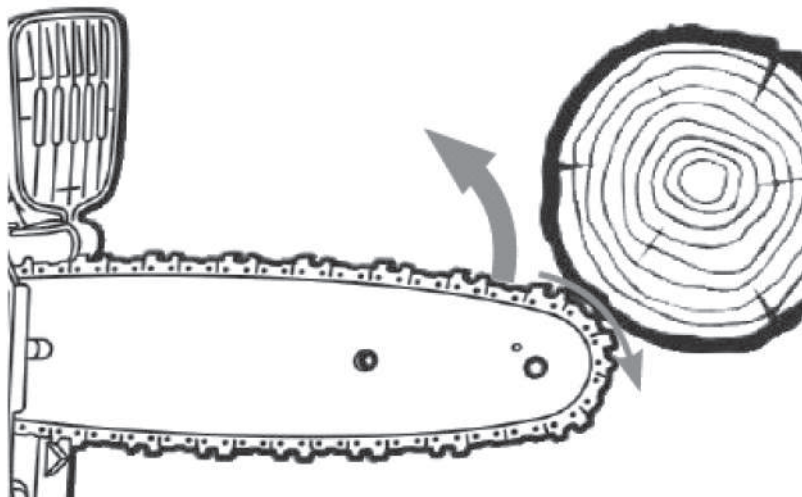

Рис.2
- Будьте предельно внимательны и не подносите носок пильной шины до касания с предметом, это вызывает мгновенный обратный удар, при котором шина будет резко отброшена назад и вверх по направлению к оператору (рис. 2).